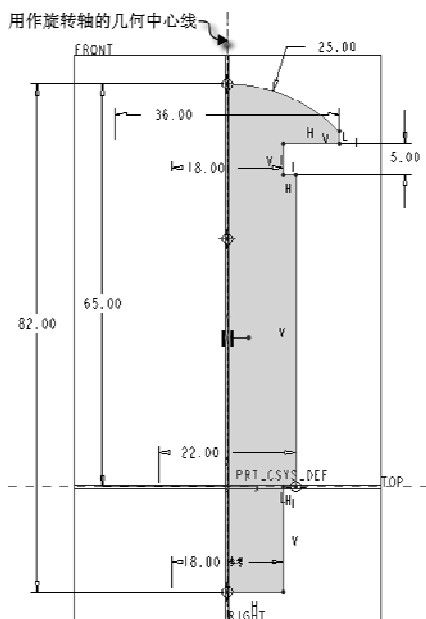

图 3-20 绘制的封闭图形
① 在“快速访问”工具栏中单击“新建”按钮，系统弹出“新建”对话框，在“类型”选项组中选择“零件”单选按钮，在“子类型”选项组中选择“实体”单选按钮，在“文件名”文本框中输入文件名为“bc_3_dgm”，单击以清除（取消选中）“使用默认模板”复选框，然后单击“确定”按钮。
② 系统弹出“新文件选项”对话框，从中选择“mmns_part_solid”公制模板，然后单击“确定”按钮。
① 在功能区“模型”选项卡的“形状”面板中单击“旋转”按钮，从而在功能区打开“旋转”选项卡。
② 在“旋转”选项卡中选择“放置”选项标签，打开“放置”面板，单击该面板中的“定义”按钮，弹出“草绘”对话框。
③ 选择“FRONT 基准平面”作为草绘平面，以“RIGHT 基准平面”作为“右”方向参照，单击“草绘”对话框中的“草绘”按钮，从而进入草绘模式。
④ 在“草绘”选项卡的“设置”面板中单击“草绘视图”按钮，从而定向草绘平面使其与屏幕平行。在“草绘”选项卡的“基准”面板中单击“中心线”按钮来添加一条竖直的几何中心线作为旋转轴，并接着绘制如图 3-20 所示的封闭图形。绘制好旋转截面并修改相关的尺寸后，单击“确定”按钮，从而完成草绘并退出内部草绘器。